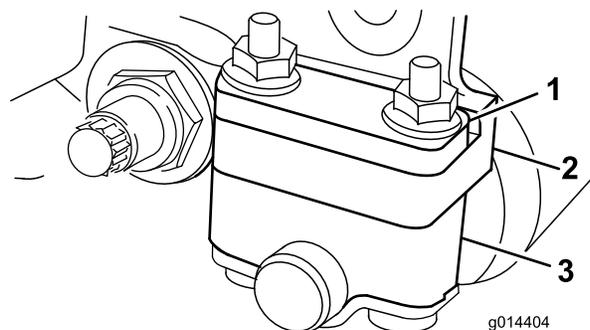
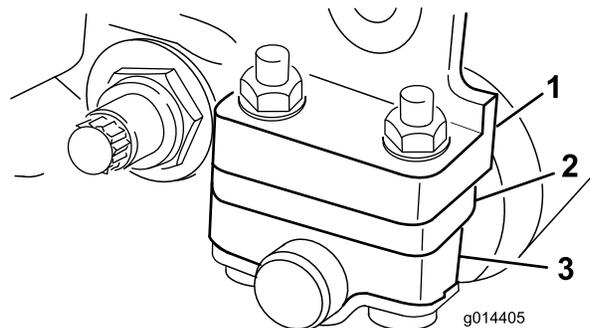

图 6
图 7
根据您想要的剪草高度范围需要将后滚筒支架图 6 或图 7 调整到较低或较高的位置
- 如 图 6 所示当剪草高度设置介于 1.56mm 之间时将隔片放在侧板安装法兰的上方出厂设置。
- 如 图 7 所示当剪草高度设置介于 3.25mm 之间时将隔片放在侧板安装法兰的下方出厂设置。
4. 需要时将隔片放入滚筒支架上方或下方的螺栓上 图 6 或 图 7。